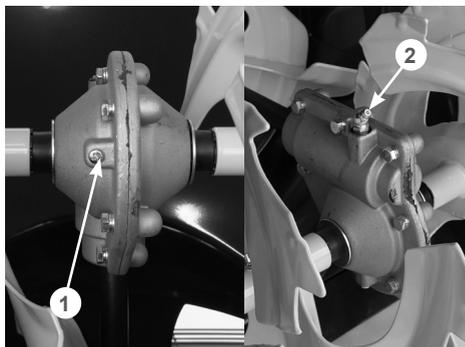

Рис. 32 Добавление смазки в редуктор
1. Очистите от загрязнений винт 1 в нижней части редуктора, пресс-маслёнку 2 и корпус редуктора вокруг них (Рис. 32).
3. Выкрутите винт 1 в нижней части редуктора и подложите под нижнее отверстие в редукторе кусок ветоши (Рис. 32).
- Установите наконечник шприц-пресса на пресс-маслёнку 2 и начните заправлять смазку в редуктор (Рис. 32).